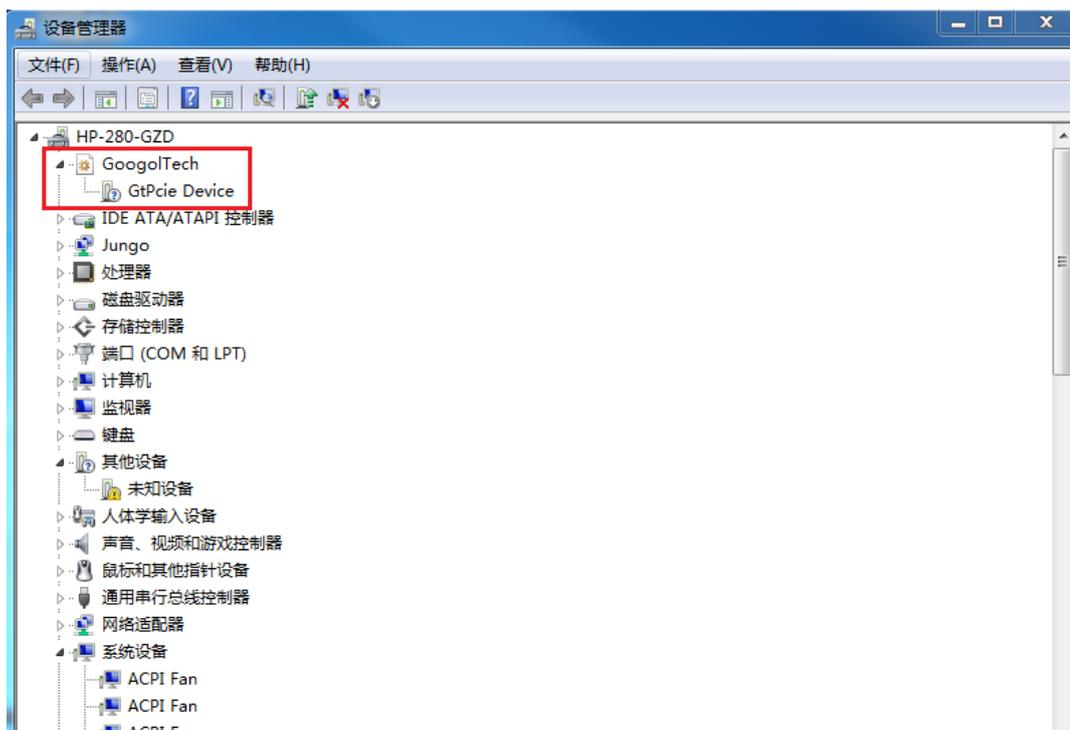

图 2-7 控制器驱动程序安装界面 7
(9) 安装成功后,打开设备管理器,可以看到驱动已经安装成功,如图 2-7 控制器驱动程序安装界面 7 所示。